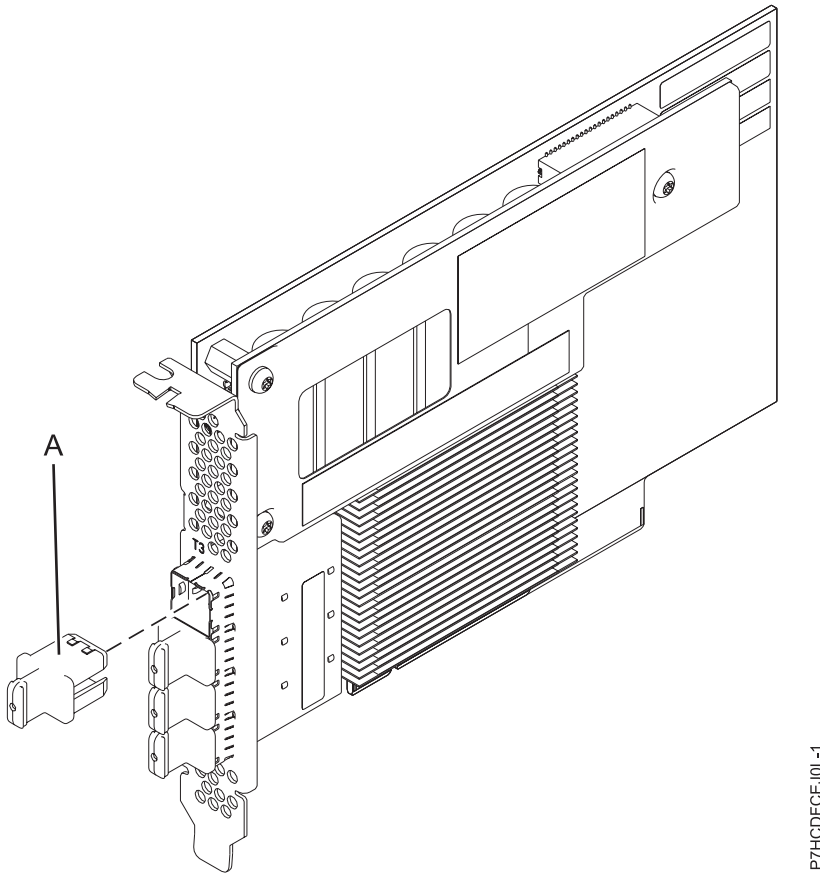

Figure 12. Carte PCIe3 avec cache RAID SAS de 12 Go, 6 Go.
La figure 12, à la page 40 présente la carte PCIe3 avec cache RAID SAS de 12 Go, quatre ports, 6 Go. Le capuchon du connecteur (A) est installé dans un port vide et empêche que ce port ne soit endommagé lorsqu'un câble d'un connecteur de port adjacent est branché ou retiré.
La carte FC EJ0L est une carte courte, de largeur simple, pleine hauteur. La figure 12 présente la carte FC EJ0L. Chaque carte FC EJ0L requiert la présence d'une autre carte FC EJ0L sur ce serveur, ou sur un autre serveur, pour opérer en paire avec la carte SAS RAID et activer la fonctionnalité de cache et les autres fonctions haute disponibilité, multi-initiateurs (adaptateur d'E-S de stockage double).